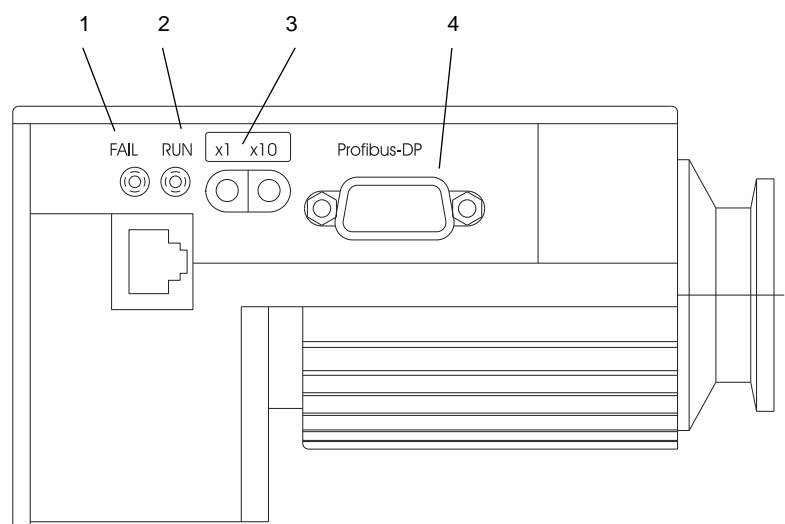

Abb. 1 Seitenansicht des PEG100-P
Die erforderliche Dezimalzahl wird mit Hilfe der Adreß-Schalter (Abb. 1/X10 und X1) eingestellt. Hierbei wird mit dem Schalter (1/X10) der High-Wert (siehe Beispiel) und mit dem Schalter (1/X1) der Low-Wert eingestellt.
- Erläuterungen zur Abb. 1**